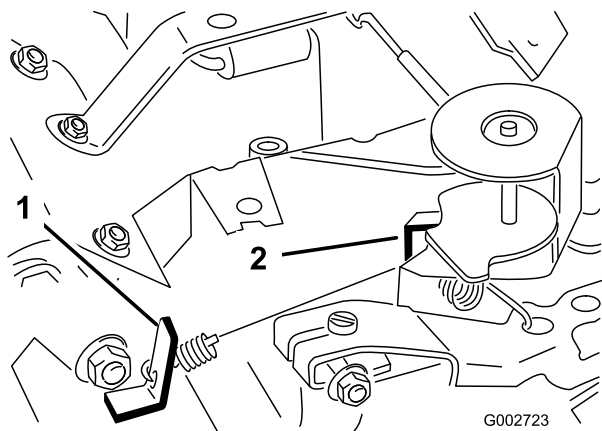

図 38
3. 長足アイドル・スプリング・アンカーの耳(図 38)を曲げて、エンジン速度を 1725r
5. スロットル・コントロールをFAST位置とする。高速アイドル・スプリング・アンカーの耳(図 38)を曲げて、エンジン速度を 3400±50 RPM に調整する。